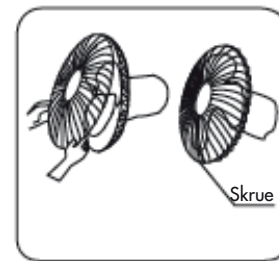

Fig. 3
3. Åpne klemmene på frontgitteret, sett frontgitteret på det bakre gitteret (sikt etter festeskruerhullene), og lukk klemmene. Fest begge gitrene ved å montere og trekke til festeskruen og mutteren. (Fig. 3)